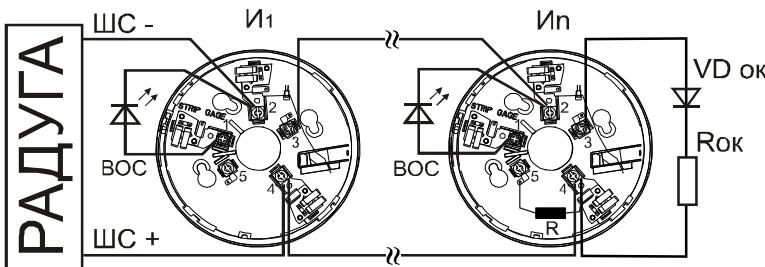

Рис. 1. Подключение извещателей серии ПРОФИ при работе ППКП «Радуга» в режимах 1, 2
- Извещатели серии ПРОФИ устанавливаются в базы B401 (без токоограничивающего резистора), или в базы B401R (с резистором). Положительный проводник ШС подключается к 4 контакту баз B401, B401R, т.е. без использования токоограничивающего резистора. На рис. 1 извещатель И1 установлен в базу B401, извещатель Иn - в базу B401R.